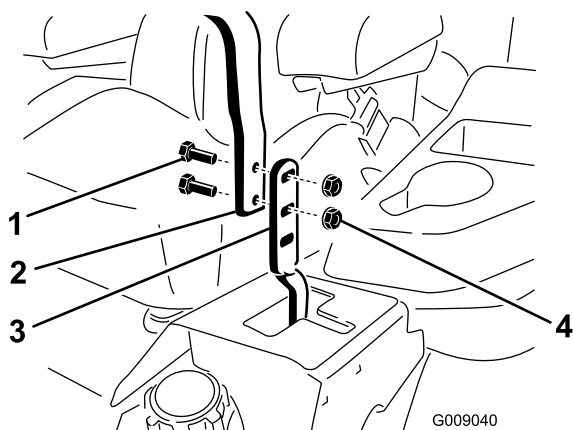

Figure 80
3. Desserrez les boulons et les écrous à embase situés dans les leviers (**Figure 80**).